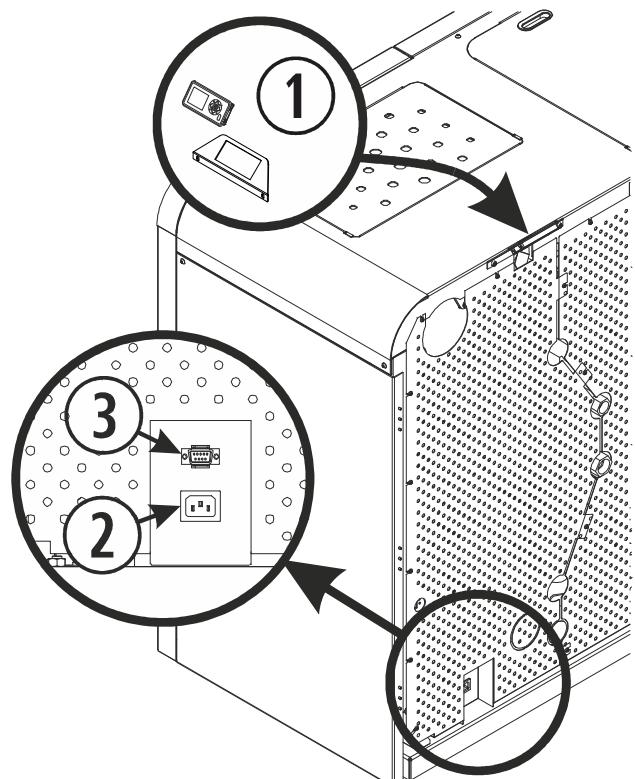

Figura 10
Ajustar los tornillos que fijan el soporte del teclado (1) a la caldera, tal y como se indica en la figura 10, conectar el cable de conexión del teclado, que está situada en la parte trasera sujetada con una cinta adhesiva y conectarlo en la parte trasera del teclado, sólo tiene una posición de conexión.